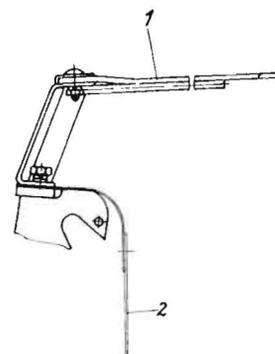

Bild 6
4.2.6. Leitrechen (Bild 3 Pos. 6 und Bild 6 – Pos. 1)
Nach der Montage des Dreschkorbes ist der Leitrechen am Korb anzubringen. Der am Getreidekorb vorhandene Spritzschutz (Bild 6 Pos. 2) ist ebenfalls wieder mit dem Leitrechen zusammen am Maiskorb zu befestigen.